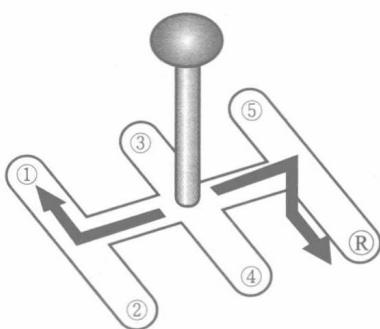

图1-14 倒挡的挂入
- 4) 倒挡用于汽车倒车行驶。倒挡通常设有倒挡锁，如图1-14所示，在需要倒车时，首先将变速杆移至空挡，再按下变速杆才能挂入倒挡。